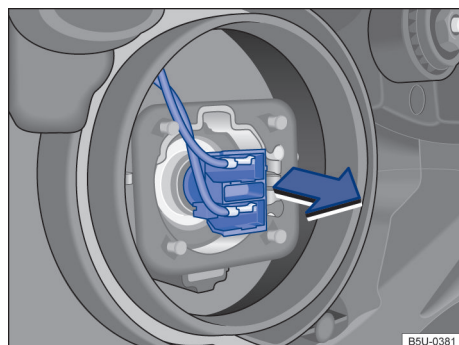

Fig. 112 Acesso à lâmpada incandescente do farol baixo.
| → Fig. 111 e → Fig. 112 | (A) | (B) | (C) |
| → Fig. 111 e → Fig. 112 | A | | B | | C |
| 5. | Puxar a lâmpada no sentido da seta → Fig. 112 para desencaixá-la do suporte. | Pressionar a mola para baixo ① e deslocar para a lateral ② no sentido das setas para desencaixá-la. | Puxar a lâmpada queimada do soquete para removê-la. | - | |